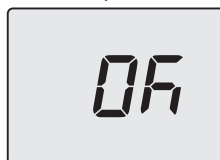

Figura 5.46
- Premendo il tasto 15 (Figura 5.41) si ottiene la conferma del valore inserito. Il display visualizzerà per 5 sec. quanto segue (Figura 5.46) poi, si porterà al livello superiore.